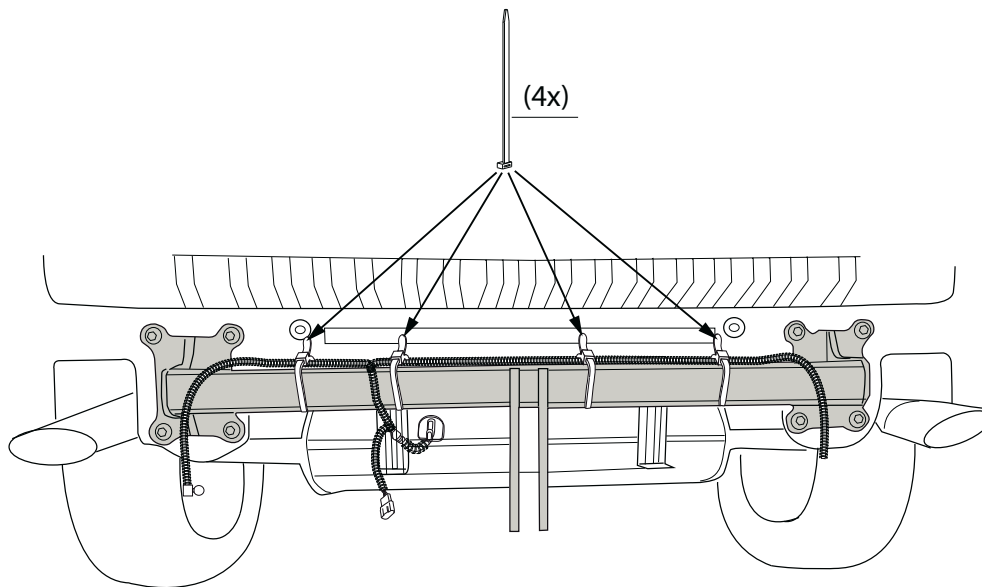

Fig. 2
- 6.**ДЛЯ МАШИН С PDC (системой помощи при парковке):** привязать провода пластмассовой проволокой.См. рисунок 2.